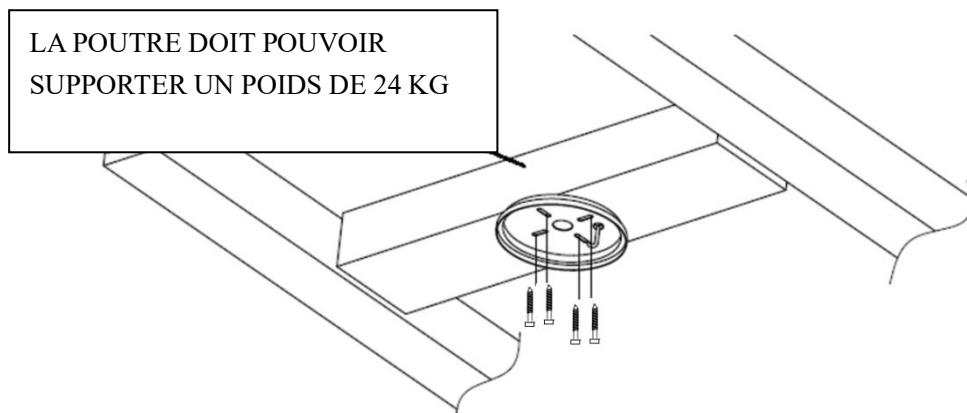

Fig. 2
- Installez le support de montage sur une solive ou une structure capable de supporter une charge d'au moins 24 kg avec les 4 vis longues fournies. Assurez-vous qu'au moins 30 mm de la vis soient vissés dans le support. (Fig. 2)